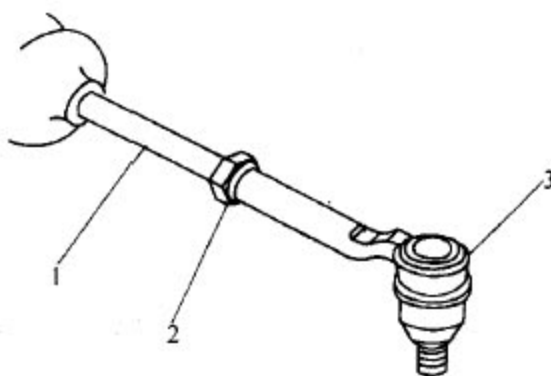

图 5.1-8 前轮前束的调整
- 3). 如图 5.1-8 所示，松开拉杆上的六角螺，旋转转向横拉杆轴以得到合适的前束角。